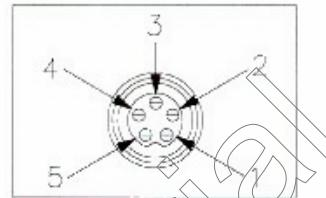

Fig. 3 Agujas del enchufe del micrófono, vistas desde la parte trasera del receptáculo de las agujas
5. Los alambres ahora deben ser soldados a las agujas como se indica arriba. Se debe usar una herramienta apropiada para sujetar el receptáculo de las agujas mientras se trabaja en la soldadura de manera que ambas manos estén libres para soldar. Si no posee estas herramientas se puede sujetar el receptáculo en una posición estacionaria insertandolo en el enchufe del micrófono en el panel frontal. Los numeros de las agujas del enchufe del micrófono se muestran en la fig. 3, vistas desde la parte trasera del enchufe. Antes de soldar el alambre a las agujas, pre-soldic el alambre de cada agujas.